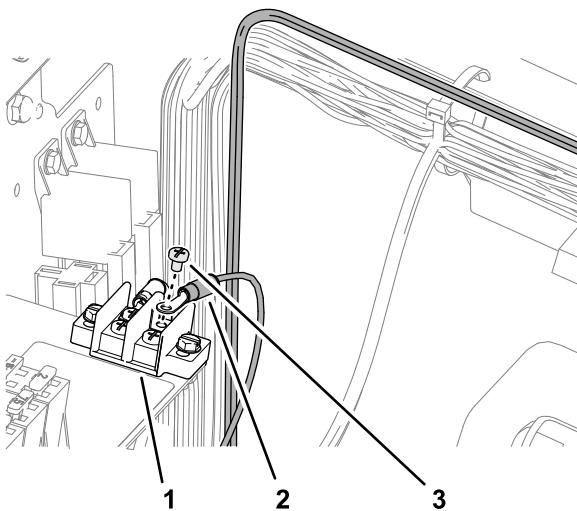

Figura 98
2. Remova um parafuso do terminal do bloco de ligação à terra (Figura 98).
3. Monte o terminal de anel da cablagem do kit identificado com GROUND ao bloco de ligação à terra com o parafuso terminal (Figura 98).